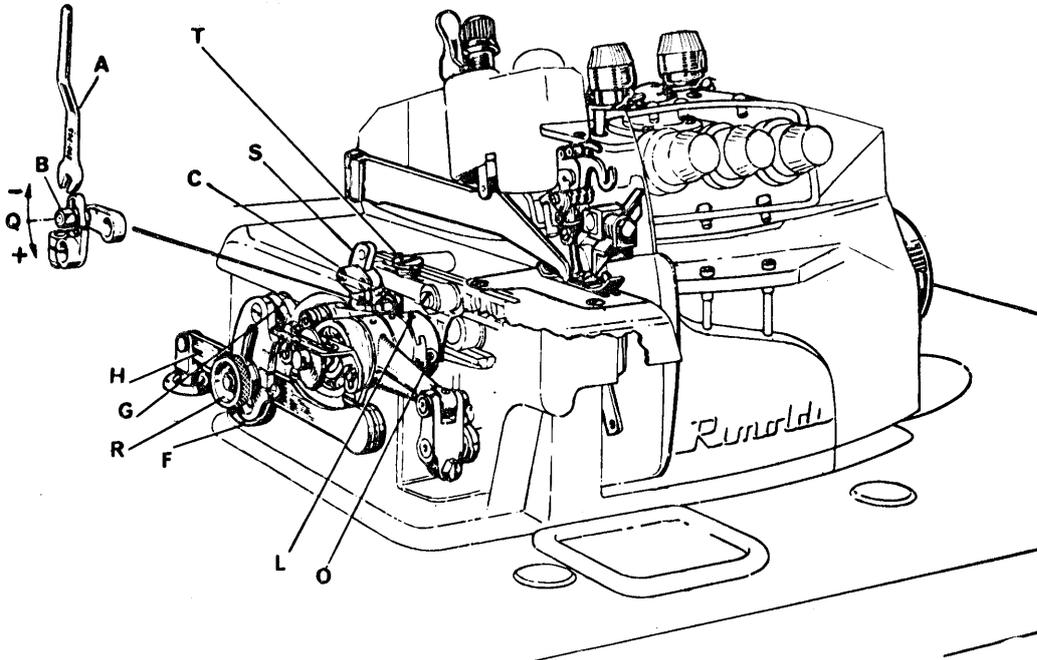

fig.16
10. Trasporto (fig. 16)
e) Variazione lunghezza punto (fig. 16)